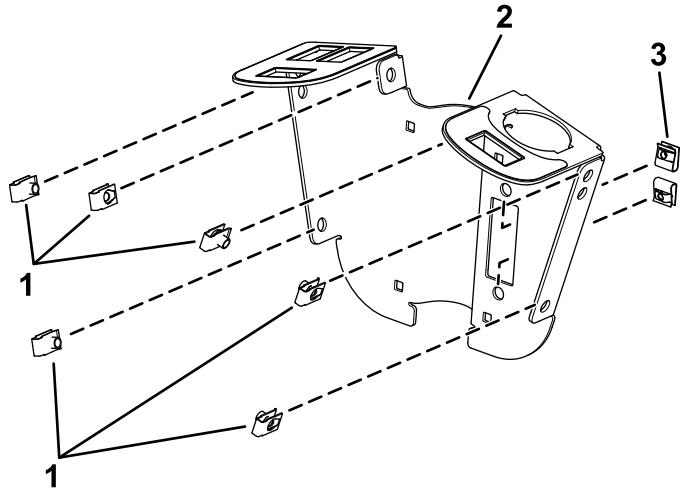

Figura 1
1. Montate le 6 clip e le 2 piastrine per viti autofilettanti nel supporto dell'interruttore (Figura 1).